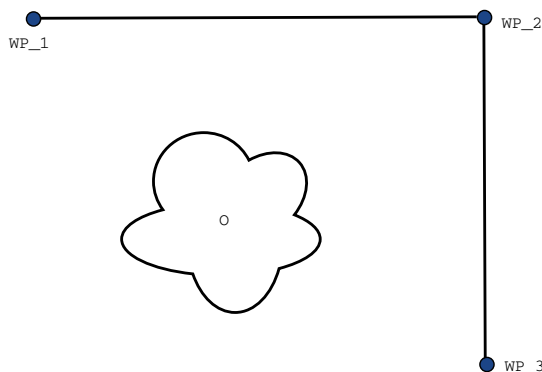

Figura 16.2: WP_1: posizione iniziale, WP_2: punto intermedio, WP_3: posizione di pick-up, O: ostacolo.
Esempio Prendere in considerazione come esempio un'applicazione di presa e posizionamento (vedere figura 16.2) in cui il robot si trova al momento nel punto percorso 1 (WP_1) e deve prelevare un oggetto nel punto percorso 3 (WP_3). Per evitare collisioni con oggetti o altri ostacoli (O), il robot deve avvicinarsi a WP_3 nella direzione proveniente dal punto percorso 2 (WP_2). Pertanto, vengono introdotti tre punti percorso per creare un percorso in grado di soddisfare i requisiti.